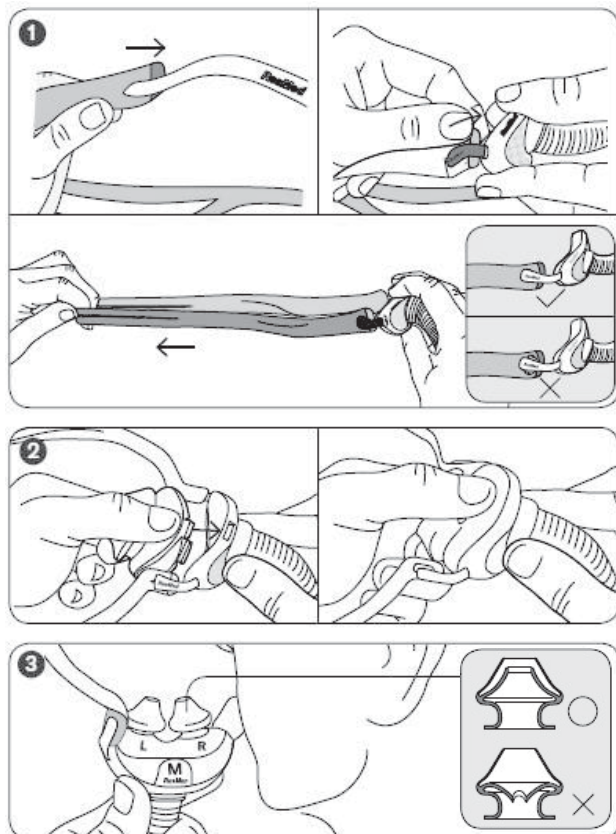

図4-組立方法
- (1) ヘッドギアのグレー面を外向きに持ち、サイドフレーム挿入部からサイドフレームを挿入する。ヘッドギア固定部を包み込むようにして固定する。サイドフレームから遠ざけるようにヘッドギアを引っ張り、ヘッドギア固定部にしっかりと固定されていることを確認する。(図4-①参照)
- (2) ピロークッションをクッションフレームへ取り付けには、上下のクッションクリップをクッションフレームの該当スロットに挿入する(短いクリップは上のスロットに、長いクリップは下のスロットに挿入する)。(図4-②参照)
- (3) ピロークッションの内壁が内側を向いていないことを確認する。万一内側を向いていた場合は、ピロークッションをつまんで元の形に戻すこと。(図4-③参照)